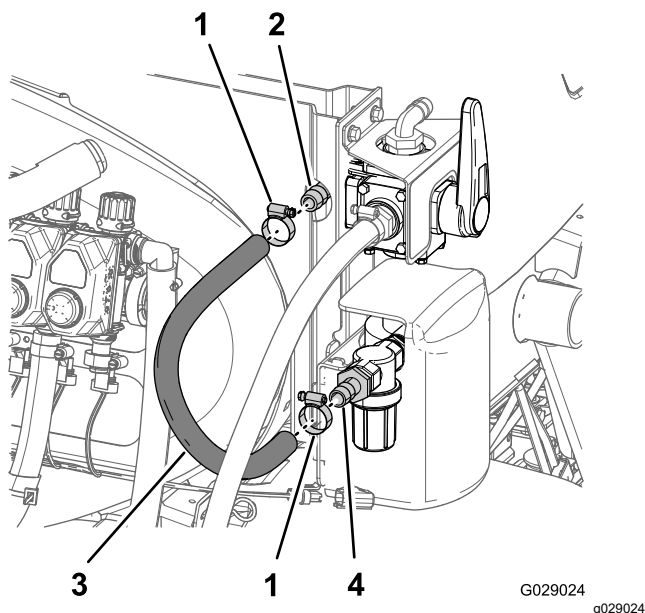

Figura 44
1. Montate il flessibile da 1,9 x 61 cm sul raccordo dentellato a 90° sul lato interno della valvola a 4 vie (Figura 44).
2. Fissate il flessibile al raccordo con una fascetta stringitubo (Figura 44).
3. Montate l'estremità libera del flessibile sul raccordo diritto dentellato e fissate il flessibile al raccordo con una fascetta stringitubo (Figura 44).